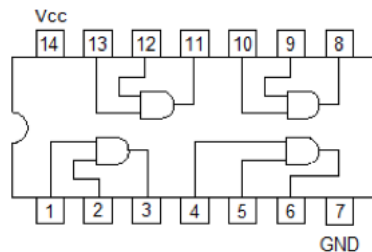

Figura 1: CI 7408.
1. Fixe o Circuito Integrado (CI) 7408 (AND) adequadamente na matriz de contatos (*proto-board*) do Painel Digital de estudo. O circuito lógico interno deste CI está ilustrado na figura 1.